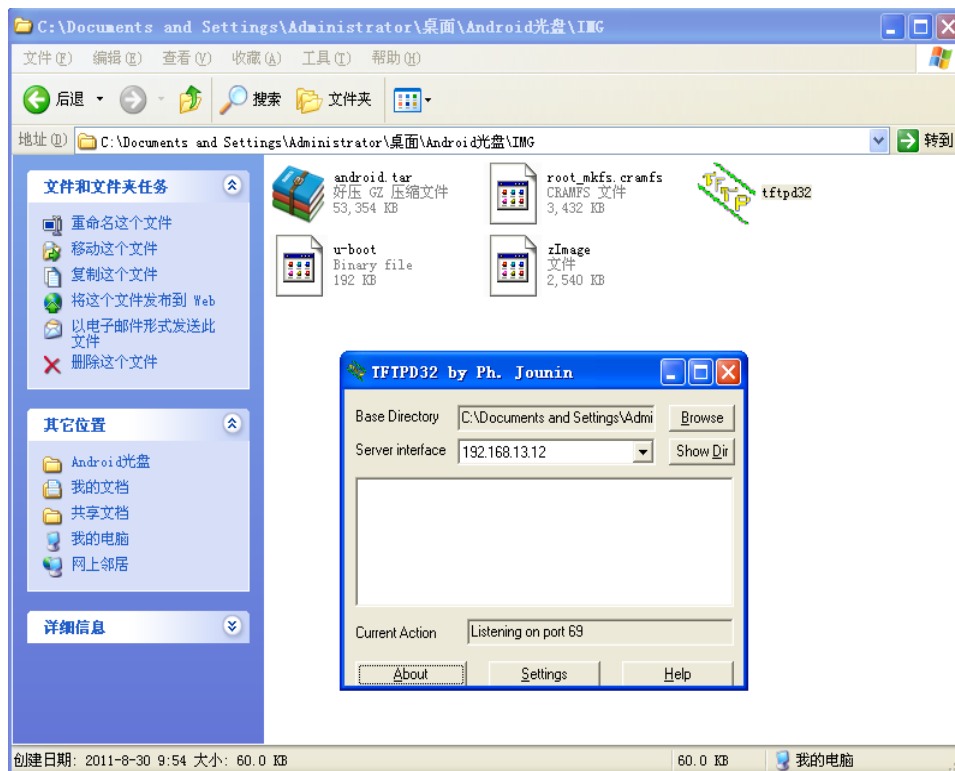
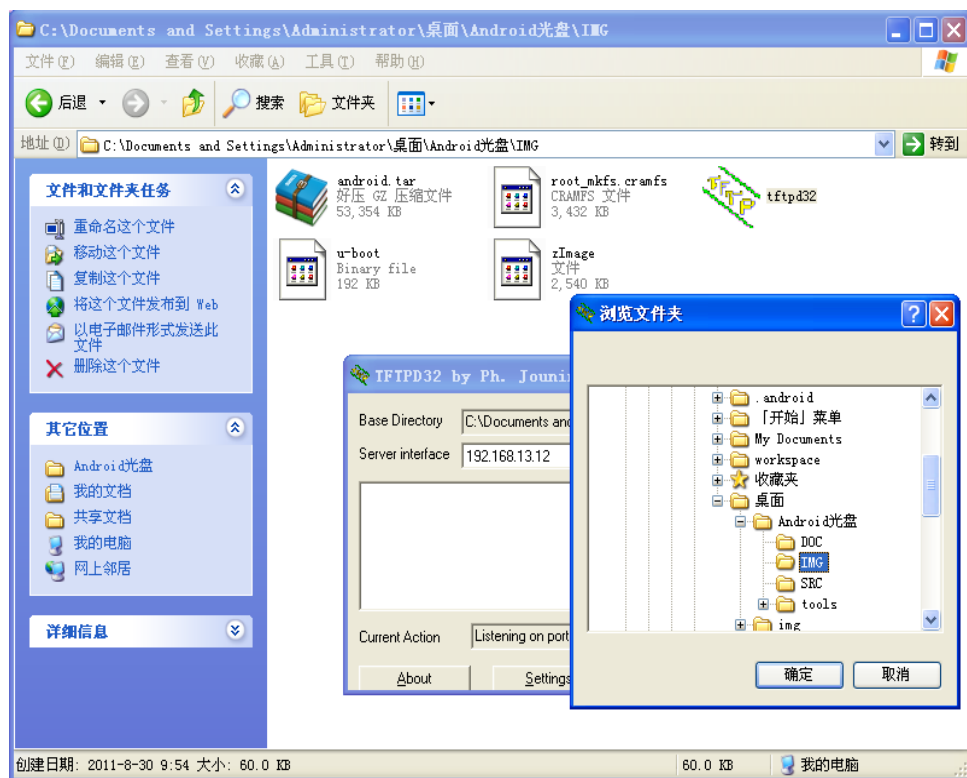

图 3
图 4
(3) 更新 U-BOOT, 在 PC 机端打开 TFTP32.exe 软件(在光盘/IMG/目录下, 注意 TFTP32 搜索目录, 如在 IMG 目录下打开则无需特殊设置)如图 3、图 4: